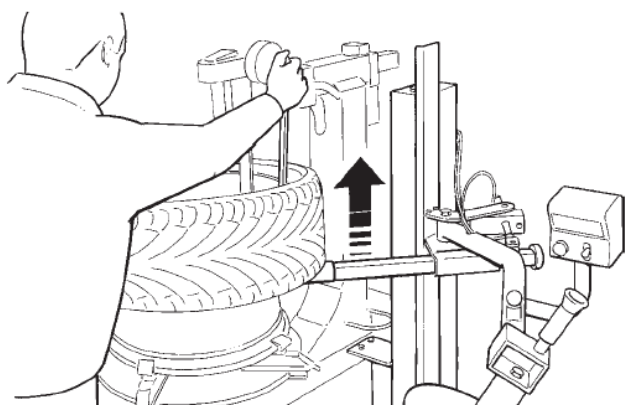

Рис. 10
- «прожать» вниз (с помощью рычага с роликом) жесткую боковую часть низкопрофильной шины, чтобы появилась возможность поместить боковую часть покрышки сверху рабочей головки перед демонтажом (см. рис. 10).
- Для помощи при демонтаже с диска нижней боковой поверхности шины можно использовать «скользящий» рычаг «G», как указано на рис. 10.